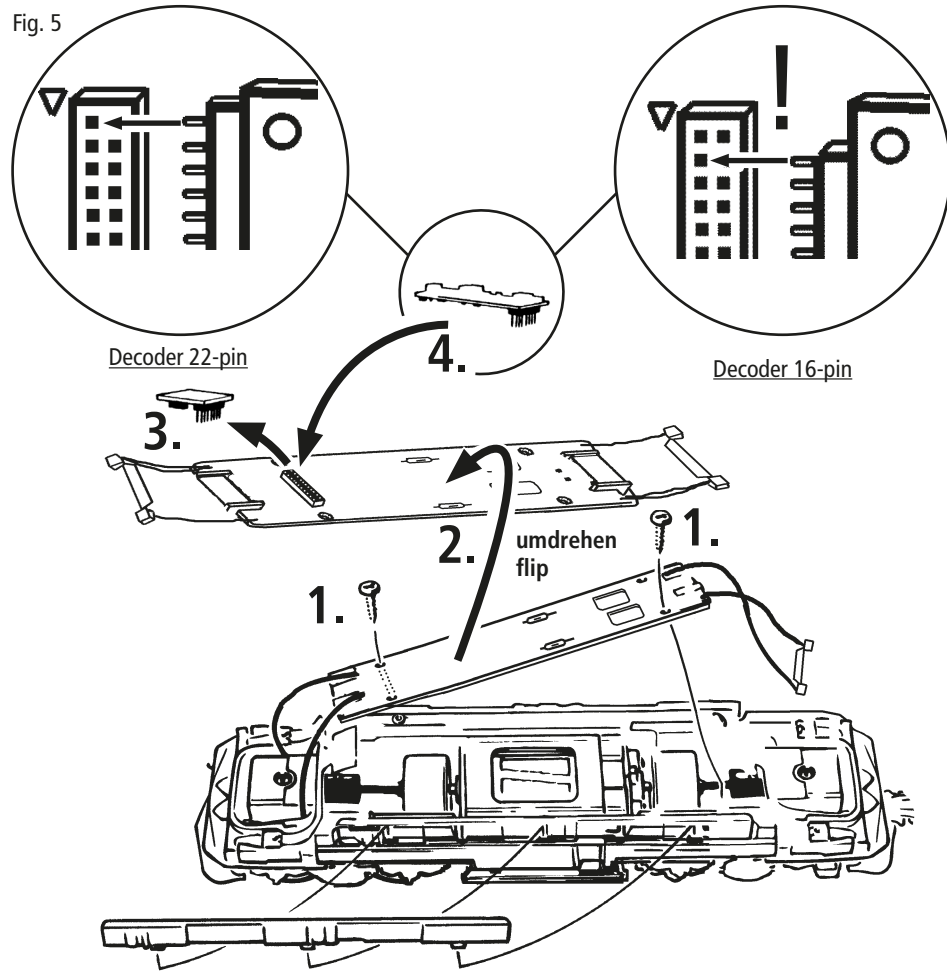

Fig. 6
2. Schmierung: Versehen Sie die im Schmierplan in Fig. 6 gekennzeichneten Stellen mit nur **kleinen Öltropfen**. Dazu zuerst das Lokgehäuse abnehmen (Fig. 3). Wir empfehlen den ROCO **Öler Art.-Nr. 10906**. Fürs Schmieren der Getriebeteile (Zahnräder, Schnecke) empfehlen wir das **ROCO-Spezialfett Art.-Nr. 10905**. Im Falle der Schmierung diese Teile **nicht ölen**.
2. Lubrication: Apply **tiny oil drops** to spots marked in fig. 6. Prior to lubrication dismantle locomotive (fig. 3). We recommend using item no. **10906, Roco oiler**. For lubrication the gearparts (e.g. cogwheels, worm) we would recommend our Roco **special grease** (item no. **10905**).
2. Graissage: N'appliquez **qu'une toute petite goutte** aux endroits indiqués par le plan de graissage (fig. 6) après avoir démonté la caisse de la locomotive (fig. 3). Nous vous recommandons **le graisseur à huile Roco réf. 10906**. Pour graisser les engrenages (roues dentées, vis sans fin) nous vous conseillons la **graisse spéciale Roco réf. 10905** pour engrenages en matières synthétiques. Lorsque vous utilisez cette graisse il faut éviter d'huiler ces composants.